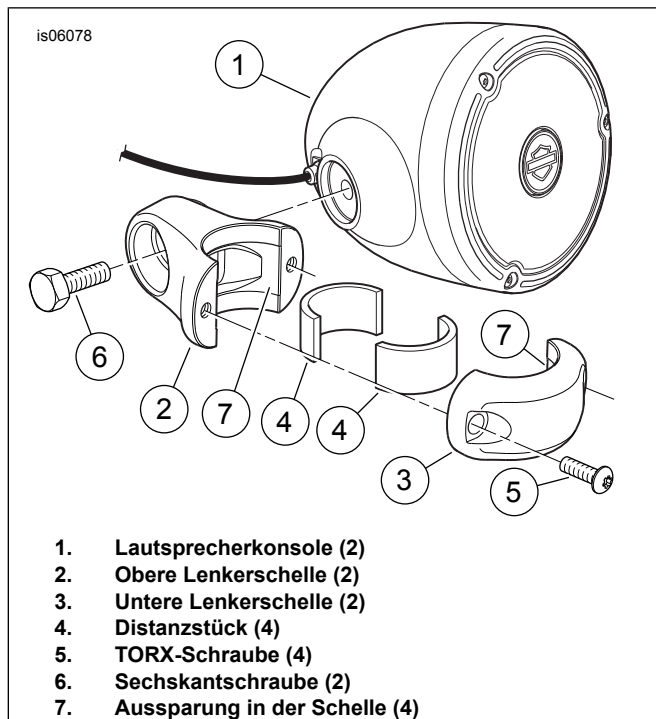

Abbildung 3. Einbau des lenkermontierten Lautsprechers
1. Siehe Abbildung 3 Folgende Teile aus dem Satz bereitlegen:
- Lautsprecherkonsolenbaugruppe (1)
- Zwei obere Lenkerschellen (2)
- Zwei untere Lenkerschellen (3)
- Vier Distanzstücke (4)
- Vier Schrauben (5)
- zwei Schrauben (6)